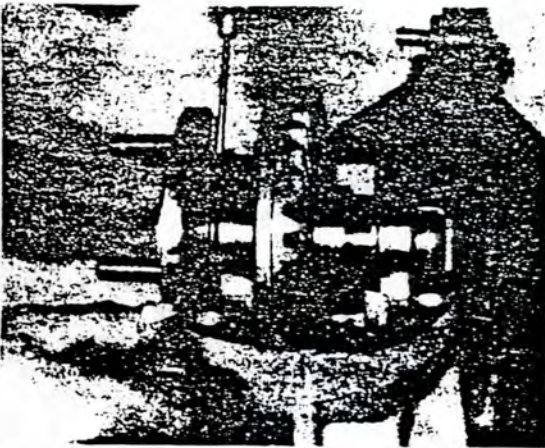

Fig. 4
- Nach dem ordnungsgemäßen Einsetzen der Tellerradbaugruppe ist der Dichtring mit zwei Schraubenziehern an den Sicherungsring anzudrücken (Fig. 4).
- Having satisfactorily fitted the ring gear assembly, press sealing ring against circlip using two screwdrivers (Fig. 4).
- Après pose correcte de l'ensemble couronne pousser le joint à lèvres contre le circlip avec deux tournevis (fig. 4).